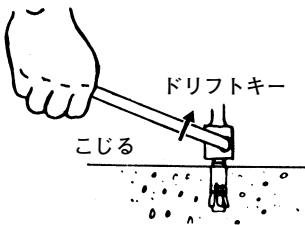

図 8
(4) 打込み後はドリフトキーでアンカーを分離します。（図8）